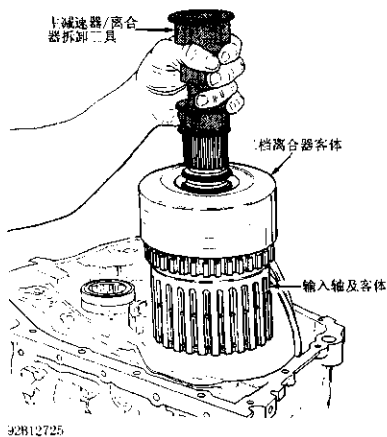

图 2-70 拆卸和安装输入离合器与二档离合器总成
1) 调整主传动/离合器拆卸/安装器(J-33381-A),确保螺杆完全松开。安装拆卸/安装器在离合器壳体总成内。拧紧螺杆直到螺杆指爪压紧。提升带着2档离合器和输入离合器总成一起,提升拆卸/安装器,模块离合器总成也附其上(图2-70)。
1) 安装主传动/离合器拆卸/安装器(J-33381-A)到输入离合器壳体内。拧紧螺杆直到螺杆指爪压紧。使用拆卸/安装器来提升输入离合器壳体(图2-70)。模块离合器总成也被提起。安装输入离合器壳体到变速驱动桥壳体上。确保总成落座。要确保选